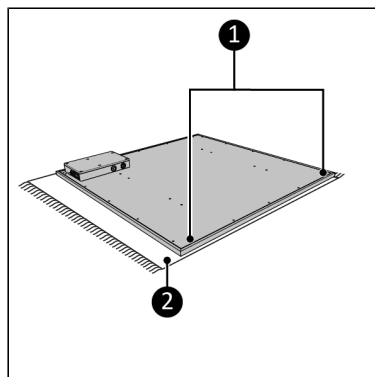

Figure 78.
1. Posez l'appareil sur une surface douce et stable (Figure 78, pos. 2).